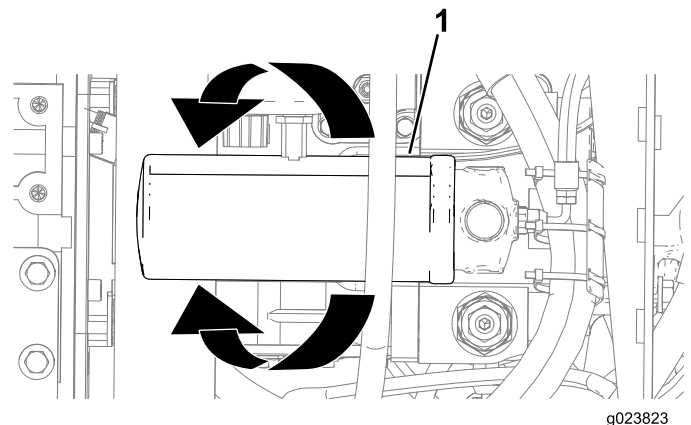

Figura 151
3. Posicione uma bandeja de drenagem ou vários panos sob o filtro de carga hidrostática (Figura 151).
4. Gire o filtro de carga hidrostática no sentido anti-horário e remova-o (Figura 151).
6. Alinhe o filtro de carga hidrostática com seu ponto de instalação e gire-o no sentido horário até a vedação do filtro entrar em contato com o adaptador (Figura 151).